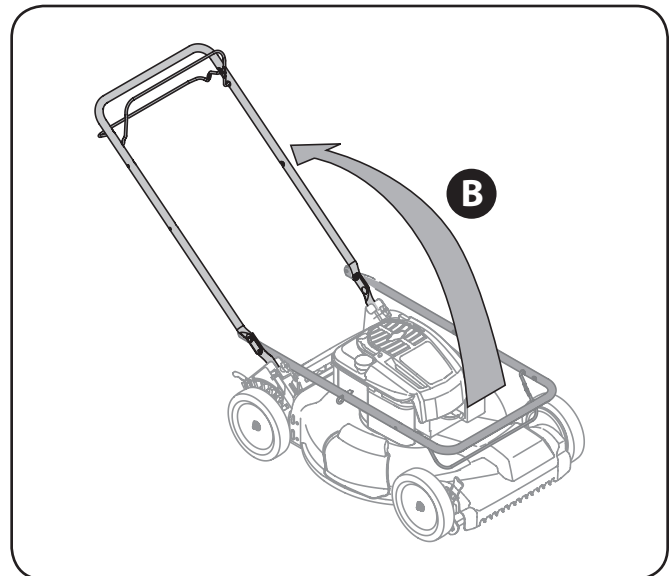

Figura 3-2
- b. Si bien la estabilización de cortacésped por lo que no se mueve, pivote esa superior como se muestra en la figura. 3-2. No engarzado cable mientras levanta la palanca hacia arriba.